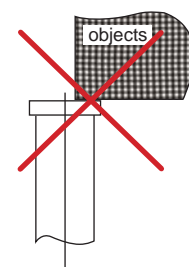

Fig. 2
- Sikkerhetsventilen (18) må aldri justeres, den er justert på fabrikken for å forhindre overbelastning. Komponentene 10, 11, 18, 19, 20, 21 er alle en del av overbelastningsbeskyttelsen.
- Løft aldri på kanten av jekkens hode (fig. 2). Lasten skal alltid være sentrert over jekkens midtlinje